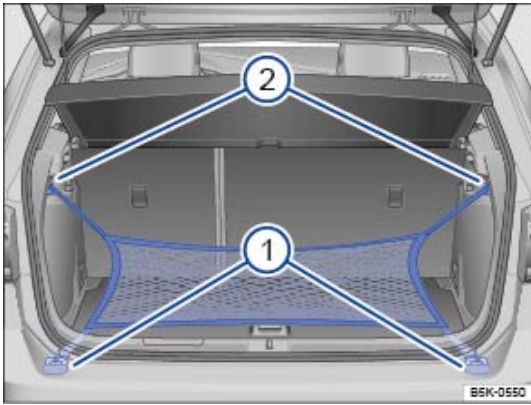

Fig. 104 Dans le coffre à bagages : œillets ① et crochets ② pour accrocher le filet à bagages.
- Accrochez les crochets courts du filet à bagages dans les œillets d'arrimage → Fig. 104 @ → . Pendant cette opération, la fermeture éclair du filet à bagages doit être tournée vers le haut.
- Accrochez les boucles sur les crochets pour sacs → Fig. 104 @ .